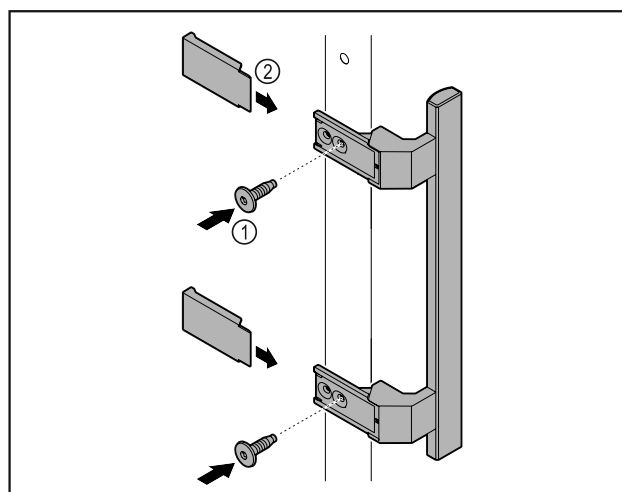

Fig. 7
- Fixer la poignée à la porte à l'aide des vis Fig. 7 (1) fournies.
- Poser les caches Fig. 7 (2).